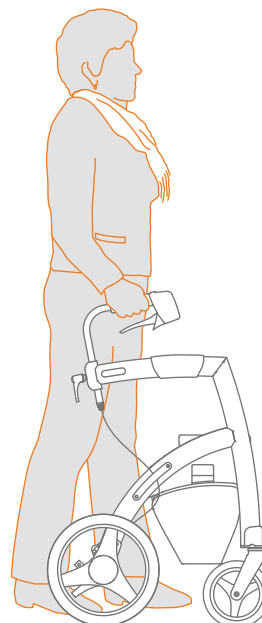

Figure 18: Marchez en vous tenant droit aussi près que possible du déambulateur.
- b.** Pendant la marche, vous prenez place entre les poignées. Les poignées vous offrent le support pendant la marche si besoin. Ainsi, vous marchez aussi près que possible du déambulateur, ce qui vous procure le plus de soutien (**Figure 18**).